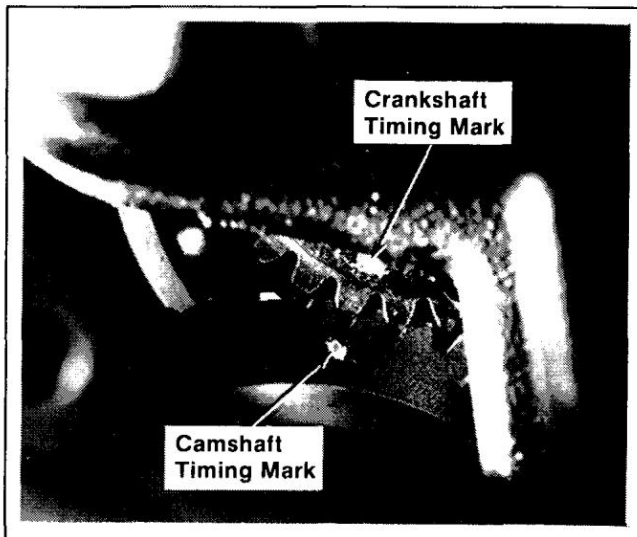

Figure 12-15. Alignement des marques de calage du vilebrequin et de l'arbre à cames.
3. Retirez l'outil de calage du pignon d'équilibrage et alignez le repère de calage principal sur le vilebrequin avec le repère de calage sur le pignon d'arbre à cames. Reportez-vous à la Figure 12-15.
- Le repère de calage principal sur le vilebrequin doit aligner avec le repère de calage sur l'arbre à cames. Reportez-vous à la Figure 12-15.
2. Alignez le repère de calage principal sur le vilebrequin avec le repère de calage sur le pignon d'arbre à cames. Reportez-vous à la Figure 12-15. Enfoncez le vilebrequin à fond dans le roulement arrière. Assurez-vous que les engrenages de l'arbre à cames et du vilebrequin s'engrènent et que les marques de calage s'alignent tout en appuyant.
- Le repère principal sur le vilebrequin doit s'aligner avec le repère de calage sur l'arbre à cames. Reportez-vous à la Figure 12-15. Si les marques ne s'alignent pas, le timing est incorrect et doit être corrigé.